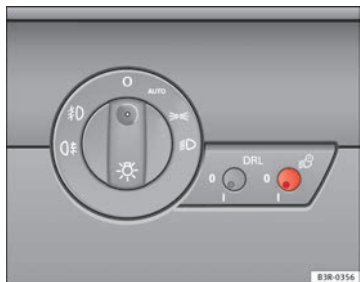

Abb. 87 Ausschnitt aus der Instrumententafel: Coming-/Leaving-Home-Schalter
- Drücken Sie kurz auf den Knopf ⇒ Abb. 87, um ihn aus seiner Position auszurasten.